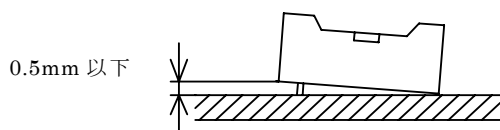
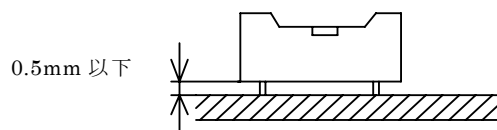

図 3-3
図 3-4
- (d) 発光表示器は、図 3-3、図 3-4 に示すように密着して取付けること。